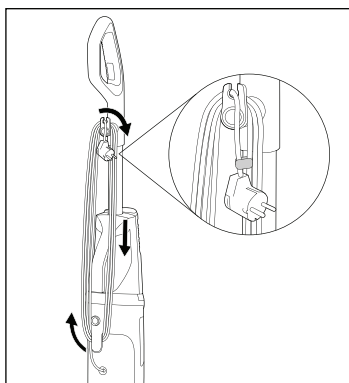

Fig. 3
- ♦ Avvolgere completamente il cavo di alimentazione **17** intorno ai portacavo superiore e inferiore **16/20** (vedere fig. 3).